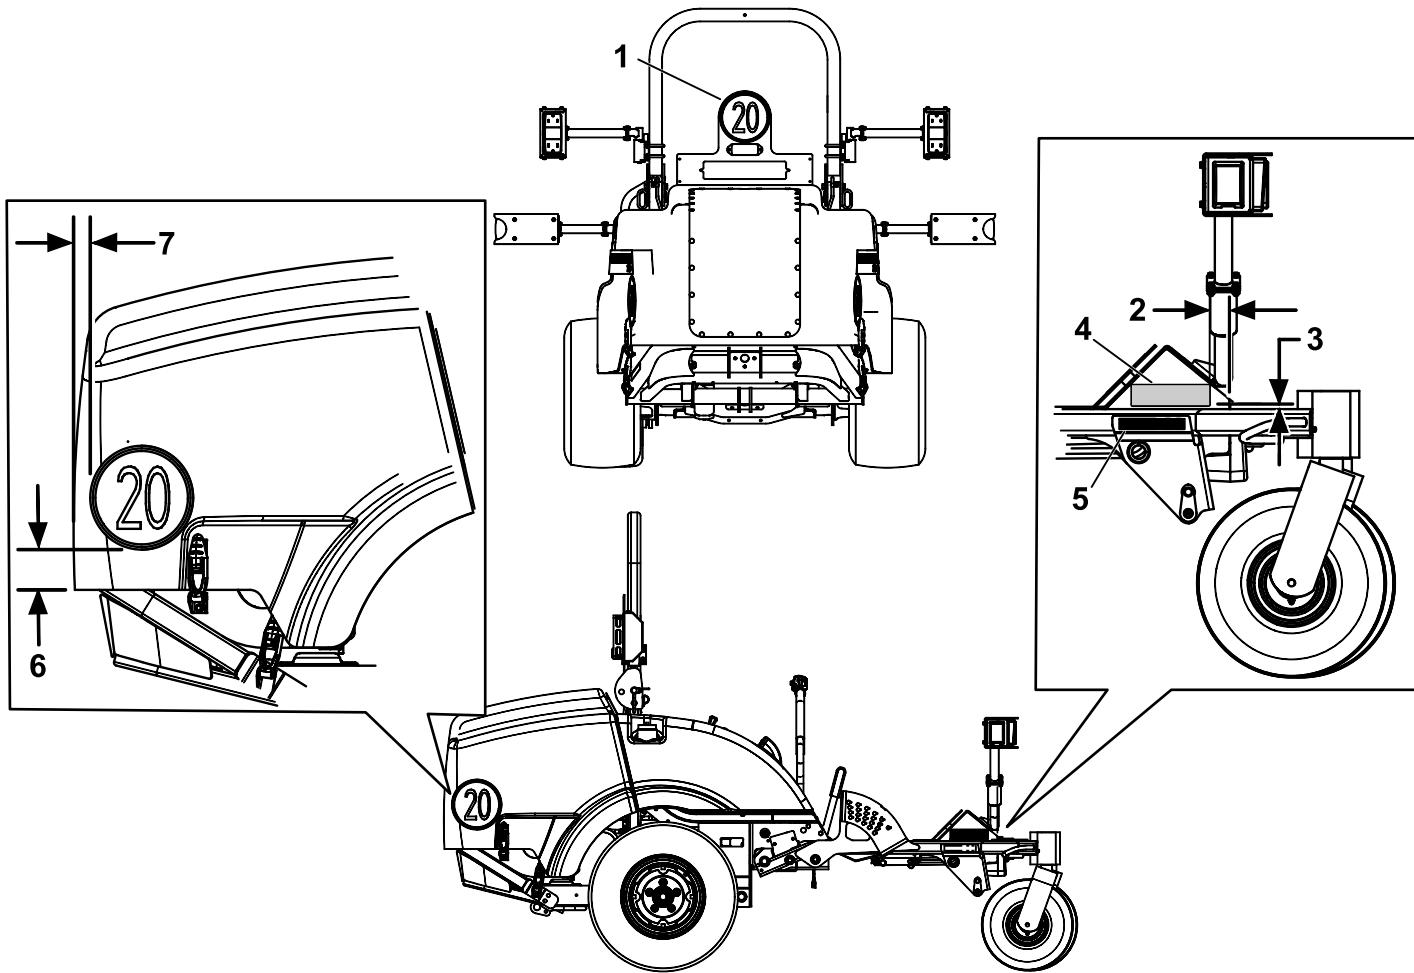

Figura 17
1. Instale os autocolantes de 20 km/h como se mostra na Figura 17.
2. Instale a placa do número de série como se mostra na Figura 17.
3. Grave a data na lateral da estrutura metálica, na área ilustrada na Figura 17.